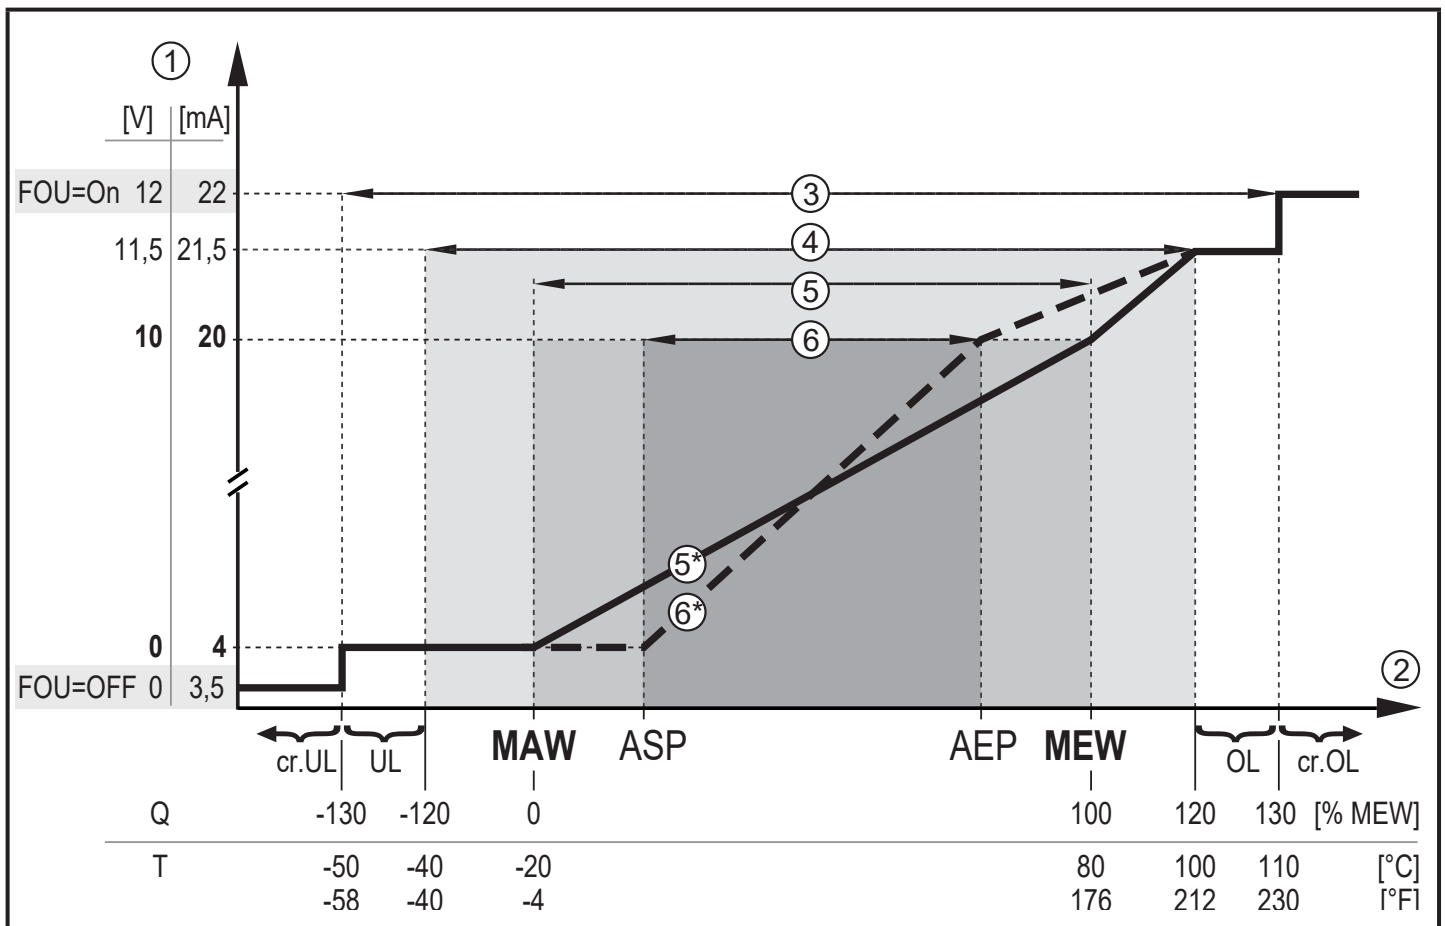

Abbildung 1: Ausgangskennlinie Analogausgang nach Norm IEC 60947-5-7.
- Liegt der Messwert außerhalb des Messbereichs oder liegt ein interner Fehler vor, werden die in Abbildung 1 angegebenen Strom- oder Spannungssignale ausgegeben.